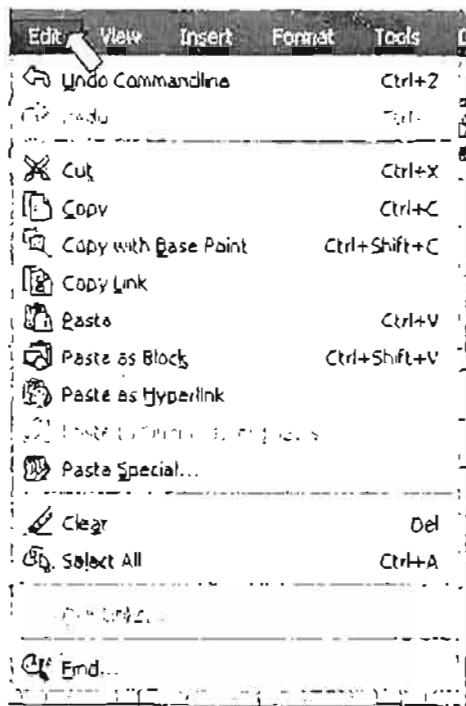

Рис. 1.23. Комбинации клавиш на панели выпадающего меню Edit
- командой **UNDO** (ОТМЕНИТЬ), которую можно вызывать из контекстного меню правым щелчком мыши (см. рис. 1.23), нажатием кнопки на стандартной панели инструментов, или с помощью меню **Edit / UNDO** (Правка / Отменить)
Этот способ реализуется только для части наиболее часто используемых команд. Например, нажатие комбинации клавиш <Ctrl> + <C> позволяет скопировать выбранные объекты чертежа в буфер обмена, а комбинация <Ctrl> + <V> – вставить содержимое буфера обмена в чертеж. Часто используемые комбинации клавиш частично указываются на панелях выпадающих меню, например, как это показано на рис. 1.23 для выпадающего меню **Edit** (Правка).